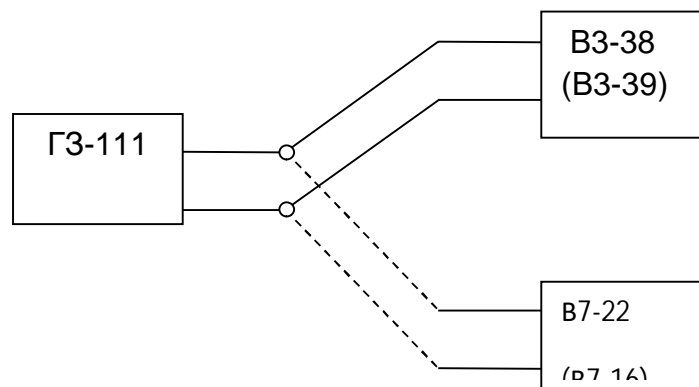

Рис. 4. Схема подключения вольтметров
3.3. Собрать схему измерения (Рис.4). Подключить выход генератора ГЗ-111 к вольтметру ВЗ-38 (ВЗ-39) и установить напряжение согласно варианту, указанному в таблице 1. Номер варианта соответствует номеру бригады.